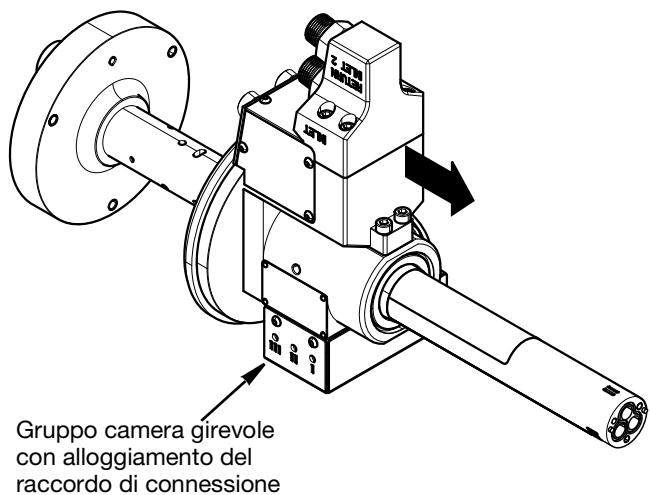

FIG. 17
9. Estrarre il gruppo camera girevole con l'alloggiamento del raccordo di connessione. Vedere FIG. 17.